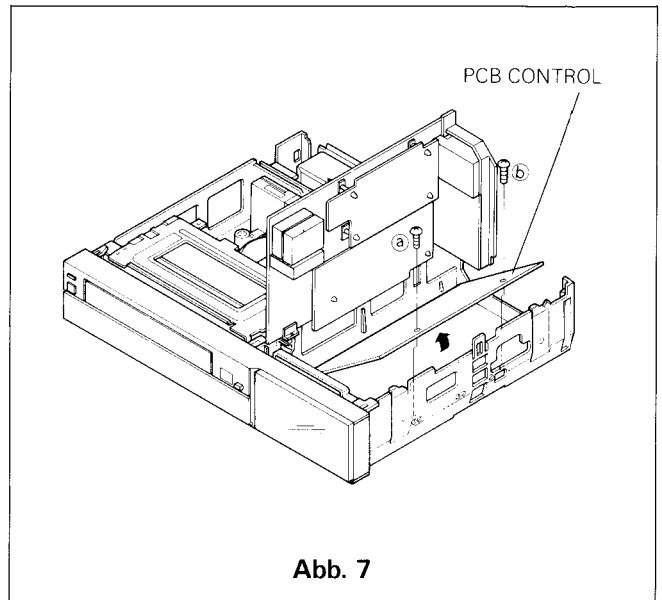

Abb. 7
- b. Entfernen Sie die 2 Schrauben (a) und (b) die die Kontrollplatten befestigen wie in Abb. 7.